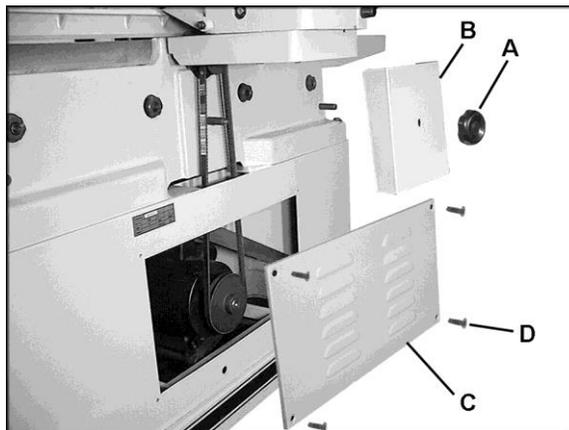

Figura 11
1. Desatornille el pomo (A, Figura 11) y retire la guarda de la correa (B, Figura 11).
2. Retire el panel posterior (C, Figura 11) desatornillando los cuatro tornillos de cabeza plana (D, Figura 11) con un destornillador phillips.
1. Desatornille la manivela (A, Figura 11) y retire la guarda de la correa (B, Figura 11).
5. Monte nuevamente el panel posterior y la guarda de la correa.(Figura 11).